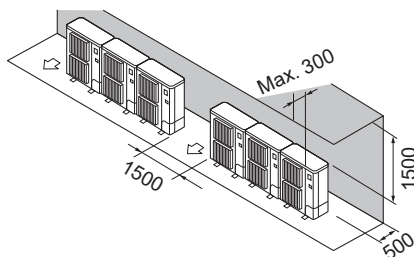

Fig. 2-10
- ② Obstacles uniquement à l'arrière et au-dessus (Fig. 2-10)